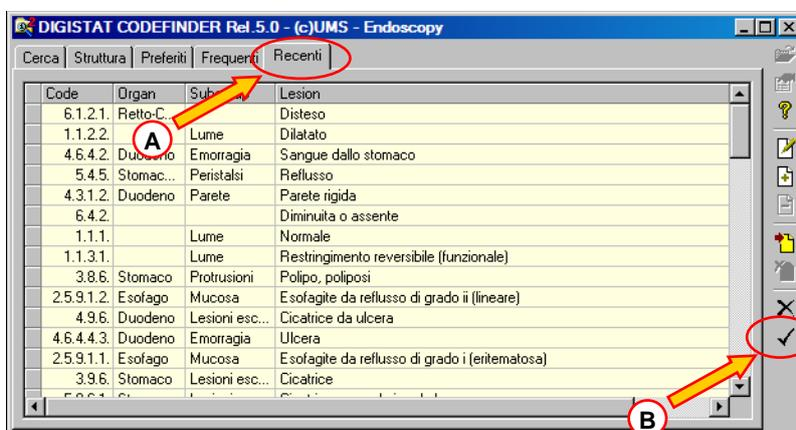

Fig 67 - Recenti
1. cliccare l’etichetta “Recenti” (Fig 67 A) per accedere alla lista dei codici usati di recente.
3. Cliccare il pulsante  (Fig 67 B).